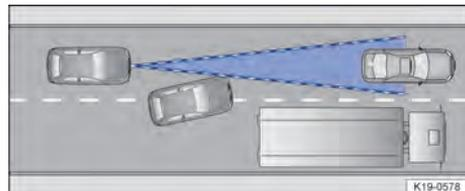

Fig. 122 Cambio de carril.
- En el caso de vehículos que cambien al carril por donde usted circula a muy poca distancia del vehículo → fig. 122.